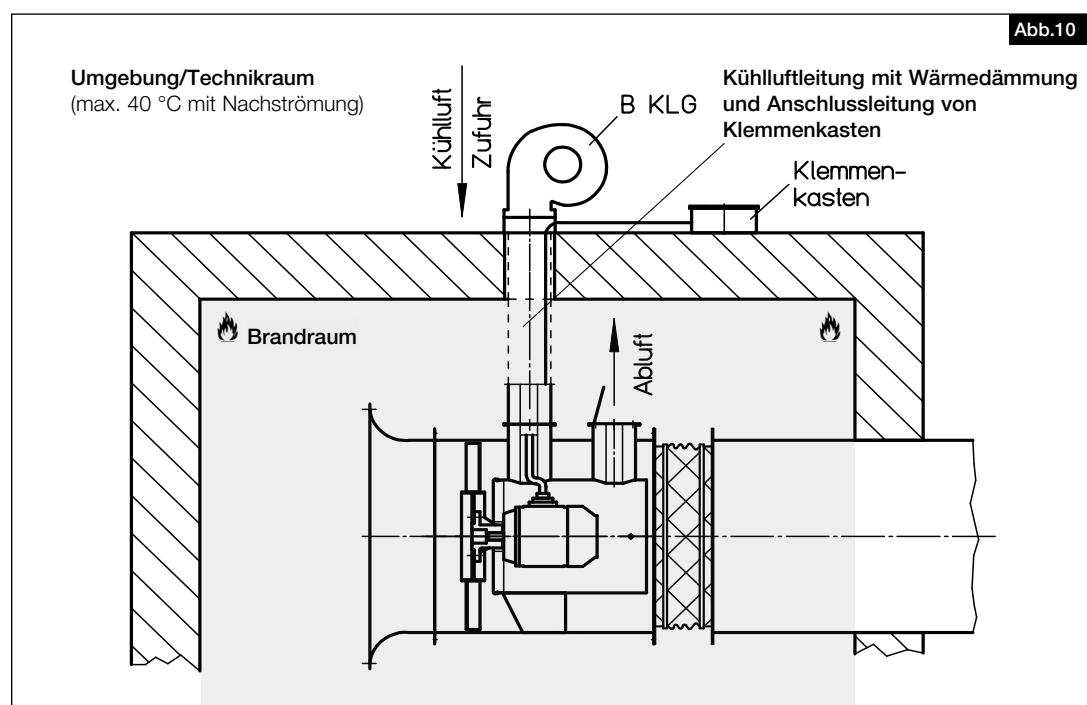

Abb.10
Zur Sicherstellung der Motorkühlung bei den F600-Baureihen, sind separate Radial-Kühlluftgebläse (z.B. B KLG 500 oder B KLG 1000) notwendiges Zubehör. Das Kühlgebläse ist außerhalb des Brandraumes (Rauchabschnitts) in ausreichend gelüfteten Räumen oder wettergeschützt im Freien zu montieren. Die Zulufttemperatur von 40 °C darf hierbei nicht überschritten werden (Abb.10). Angaben zum Mindestkühlvolumenstrom der jeweiligen Brandgastypen, siehe Auswahltabellen Seite 10.
Werkseitig ist der Klemmenkasten des F600-Entrauchungsventilators am Gehäuse montiert. Bei Aufstellung im Brandraum (IB) ist der Klemmenkasten vom Gehäuse zu demontieren und außerhalb des Brandraums anzubringen (siehe Abb.10). Hierbei ist die Anschlussleitung vom Klemmenkasten zum Antriebsmotor (Leitungslänge ist bauseits anzupassen) durch den isolierten Kühlkanal zum Entrauchungsventilator zu führen.